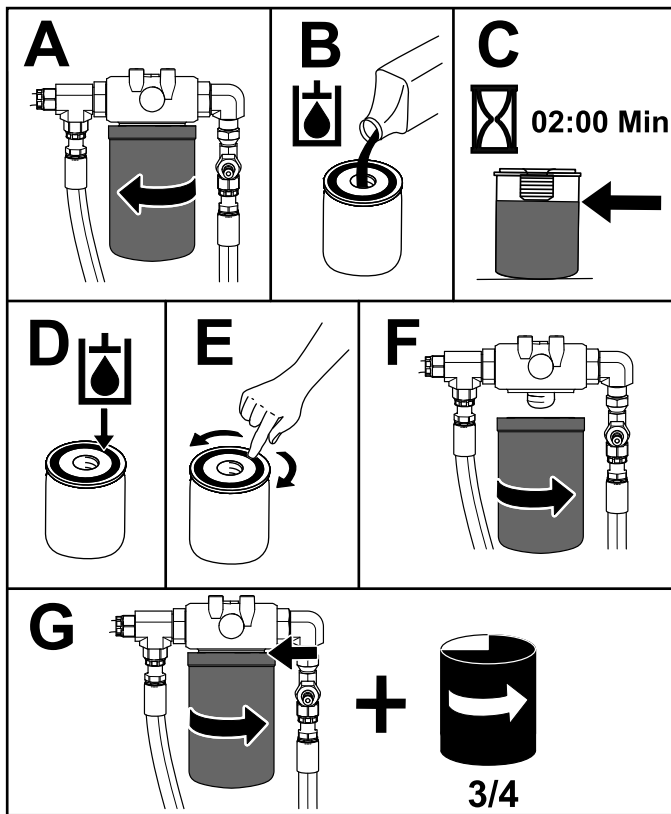

Figura 80
9. Coloque un recipiente debajo del filtro trasero y cambie el filtro (Figura 80).